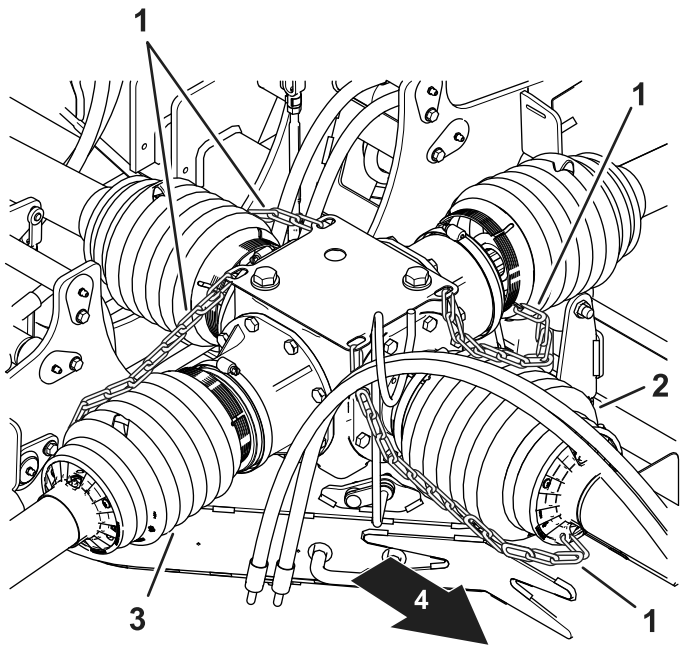
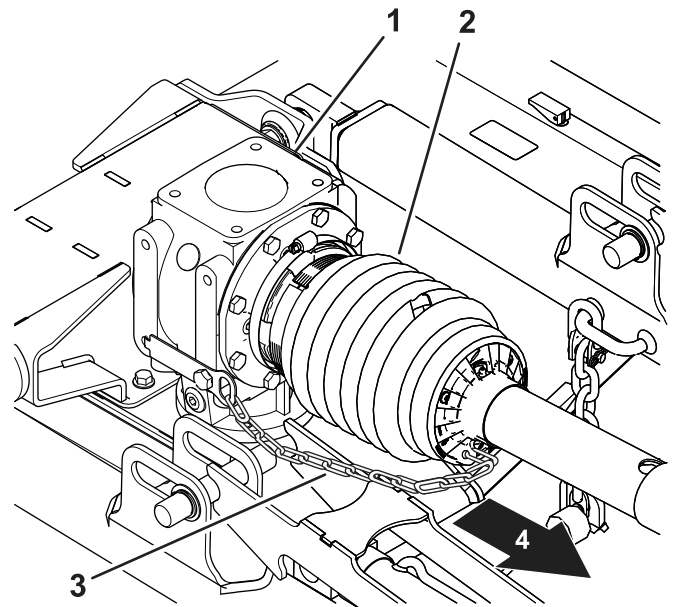
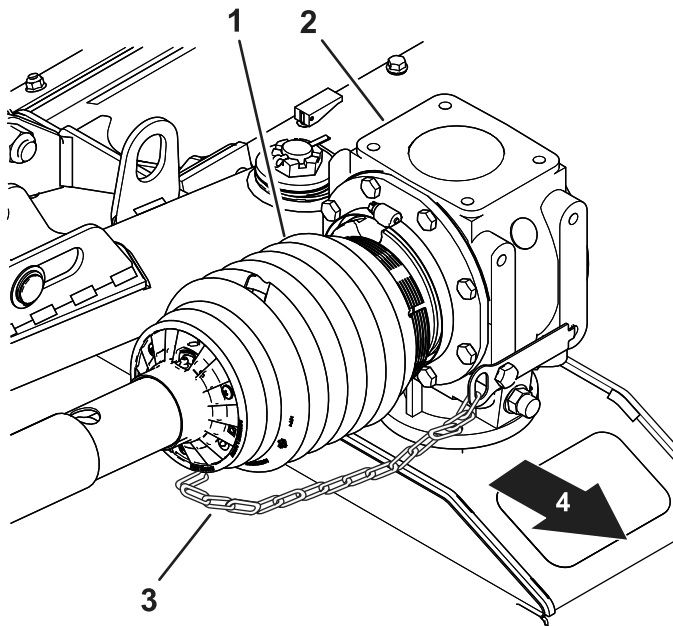
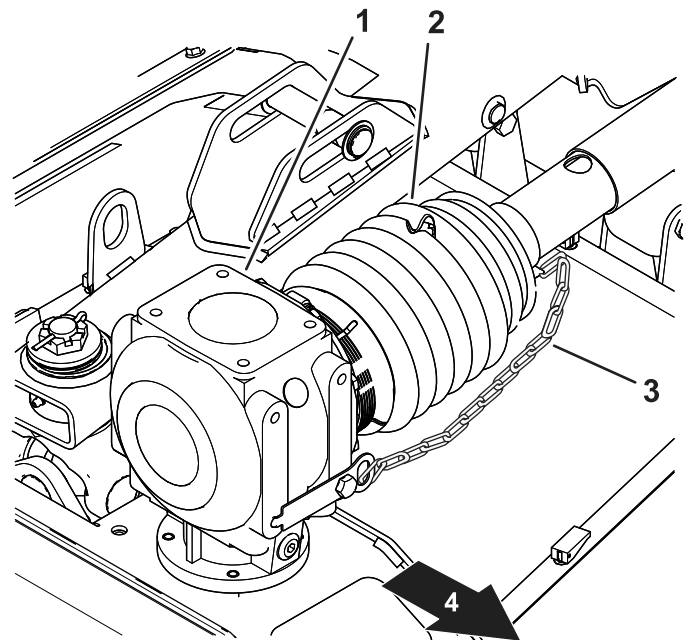

Bild 18
Bild 20
Bild 19
Bild 21
6. Prüfen Sie, ob die Rückhalteketten für die Antriebswellenabdeckungen mit dem Zentralgetriebe und den Getrieben auf jedem Mähwerk verbunden sind (Bild 18, Bild 19, Bild 20 und Bild 21).